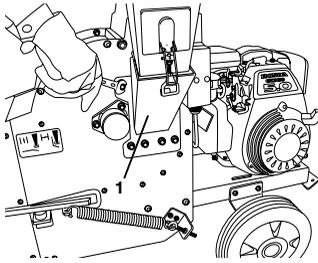

Figura 1
Coloque la tova lateral (1) en los cuatro pernos soldados de la parte lateral de la astilladora y atornillela bien (véase la Figura 1).